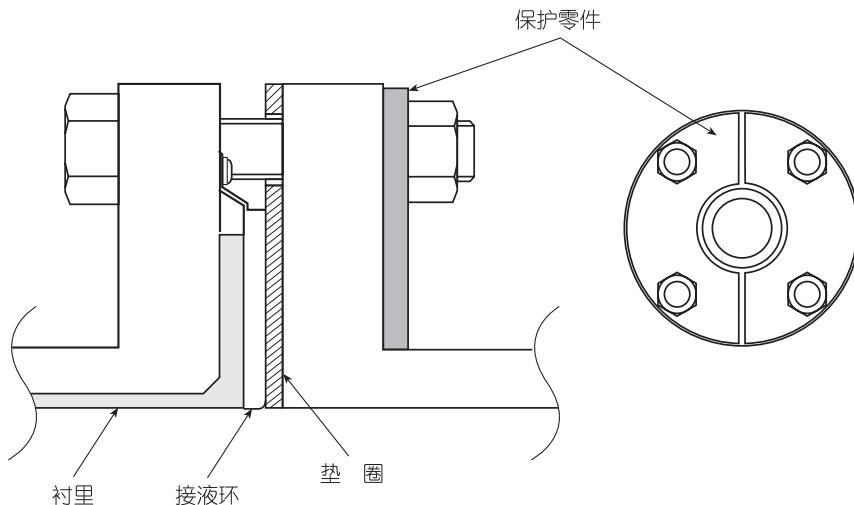

图 2-10 使用保护零件
紧固螺帽后管道不发生变形。零件的形状参照图 2-10。
2. 按规定的紧固力矩安装担心氯乙烯配管变形损坏的场合请使用保护零件如图 2-10 所示，金属保护零件安装在氯乙烯法兰外侧夹住氯乙烯法兰，做到即使使用规定的紧固力矩也不会使配管变形或损坏，安装上检测器，紧固力矩参照 2-9~10 页的表 2-1。另外，垫圈的内径可参照 2-13 页的表 2-2。